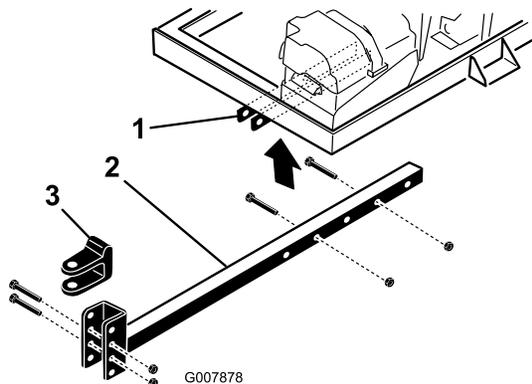

Figura 7
- Introduza o tubo de engate nos suportes do chassis (Figura 7). Fixe o tudo ao chassis com 2 parafusos (3/8 x 3 pol.) e porcas flangeadas (3/8 polegada).
- Retire os parafusos e as porcas que fixam a forquilha de engate (Figura 7) ao tubo de engate.
- Retire os parafusos e as porcas que fixam o tubo de engate aos suportes do chassis (Figura 7).